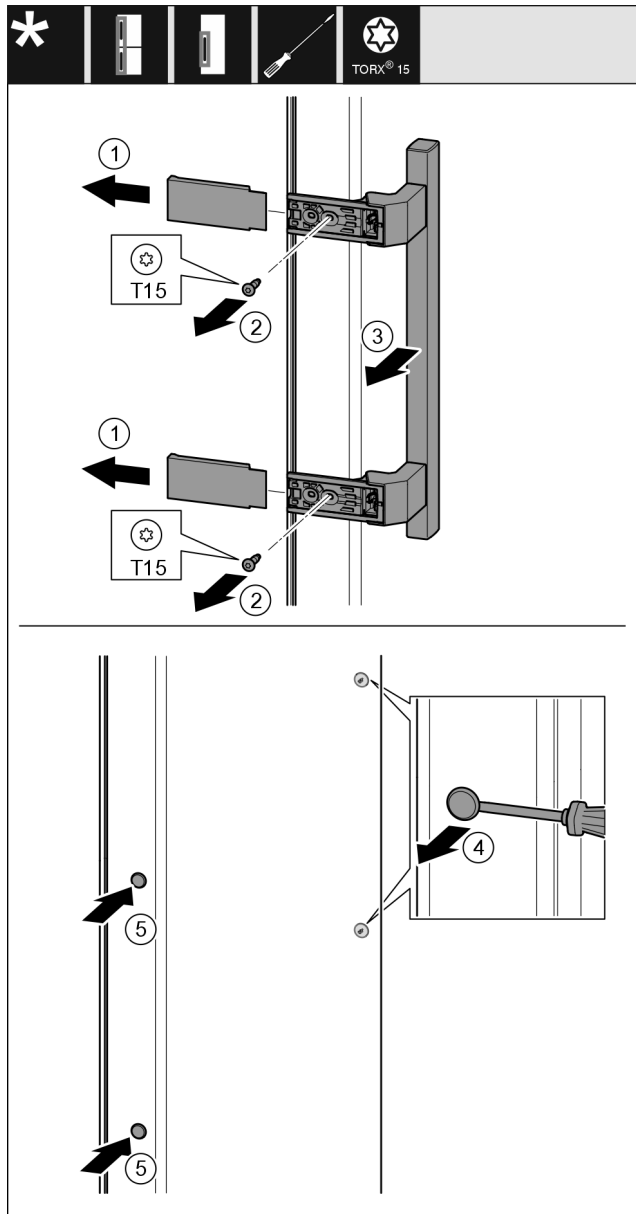

Fig. 19
- Снимите крышку Fig. 19 (1).
- Выкрутите винты Fig. 19 (2) отверткой.
- Снимите ручку Fig. 19 (3).
- Осторожно приподнимите шлицевой отверткой боковую заглушку Fig. 19 (4) и извлеките ее.
- Снова установите заглушку Fig. 19 (5) с другой стороны.